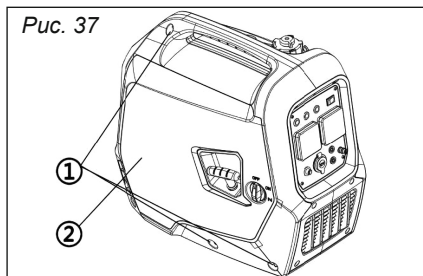

Рис. 37
1. Отвинтите винты ①, а затем снимите крышку ② и слейте топливо ③, *рис. 37.*